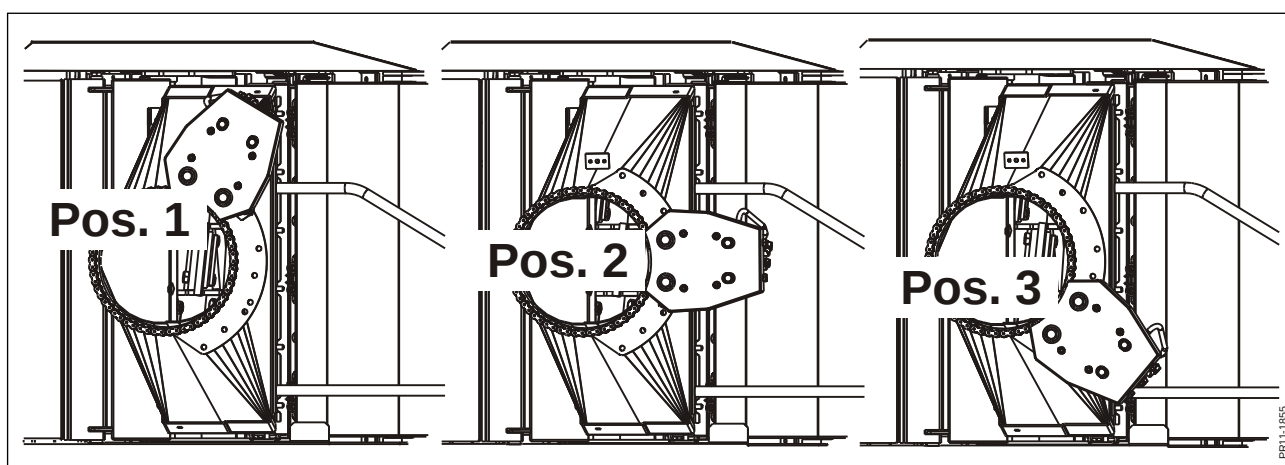

Fig. 3-12
- Fig. 3-12 Pos. 1 til aflæsning til højre